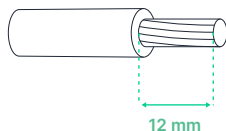

Fig. 7 - La longitud de pelado para cada uno de los 3 alambres del cable de alimentación
13. Corte 12 mm de aislamiento para cada uno de los 3 alambres del cable de alimentación. (**Fig. 7 - página 19**)